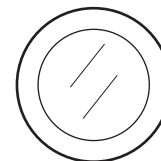

Figure 40. Bouton de préchauffage
- Appuyez et maintenez ce **bouton de préchauffage** pendant 5 secondes pour chauffer les fiches de rougeoieement (climat froid). Tout en maintenant le bouton enfoncé, vérifiez que le témoin de préchauffage est allumé (Figure 40).